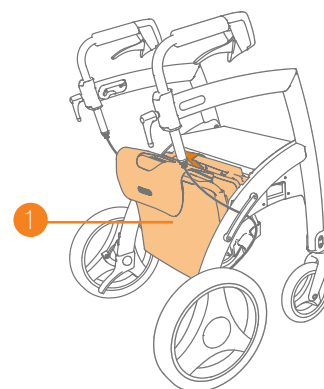

Figure 31: Paquet de fauteuil roulant fixé.
- Placez le paquet de fauteuil roulant Rollz dans les deux encoches derrière le siège (**Figure 31**).